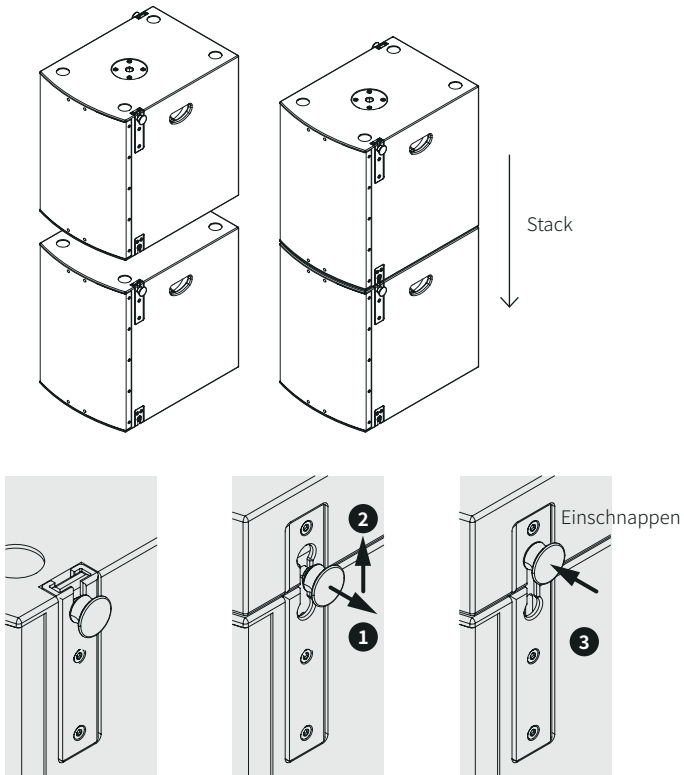

Abbildung 7. Verriegelungsmechanismus für das Stacking von S12 PRO und S15 PRO Subwoofern.
- Seitliche Verriegelungspunkte: Verriegelungsbolzen an der Oberseite des Lautsprechers und Bolzenaufnahme an der Unterseite. Beim Stacken von S12 PRO oder S15 PRO Subwoofern müssen diese wie im Folgenden beschrieben und in Abbildung 7 dargestellt verriegelt werden:
Beachten Sie, dass sich mit dem gerade beschriebenen Setup auch Stacks auf S12 PRO oder S15 PRO Subwoofern aufbauen lassen (siehe Abbildung 7 im Abschnitt „Montagevorrichtungen“).